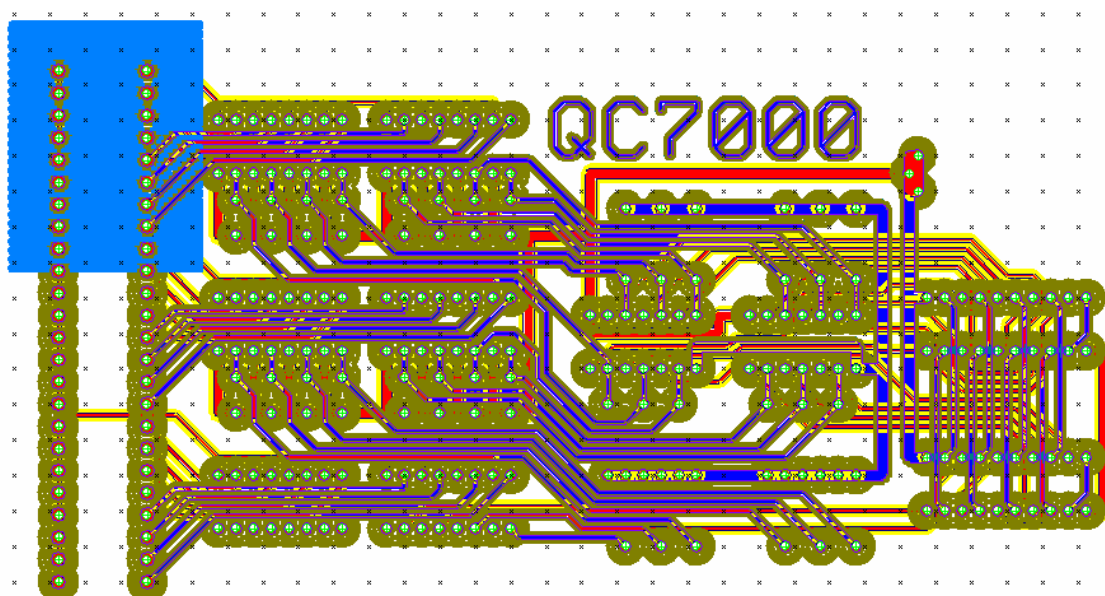

Figura 3.36. Utilización del Comando Rubout
**Paso 3:** Seleccionar el área(s) sobre el diseño, dónde se quiere remover el exceso de cobre, tal como se muestra en la Figura 3.36, y sueltar el ratón para activar el Rubout.